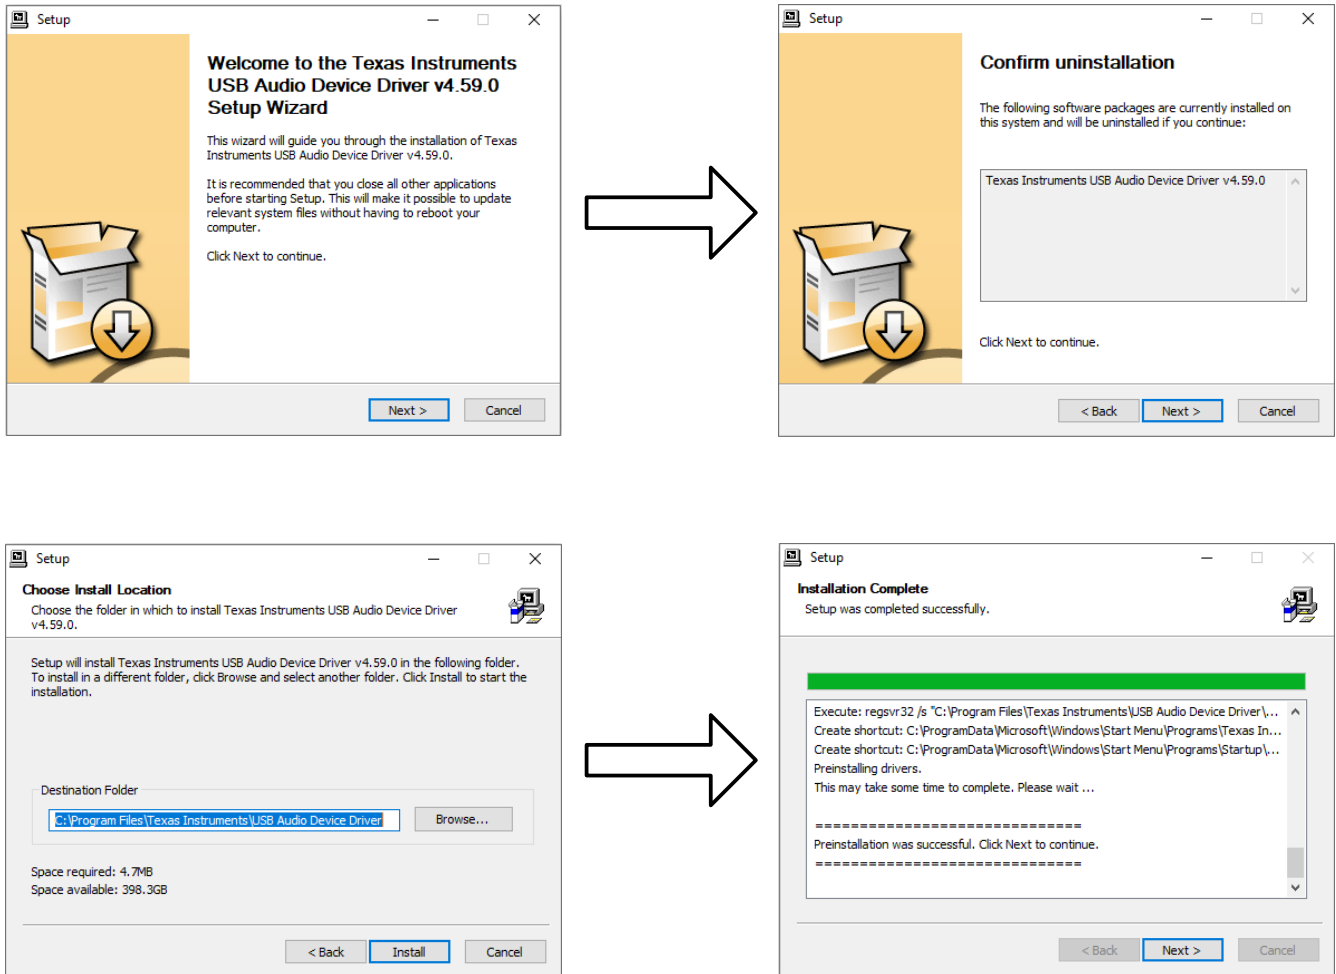

图 1-10. USB 音频器件驱动程序安装
13. AC MODEVM USB 音频器件驱动程序安装现在开始。按照提示确认安装并选择安装位置。准备就绪后，点击 *Install*。安装完成后，点击 *Next*。图 1-10 展示了该过程。